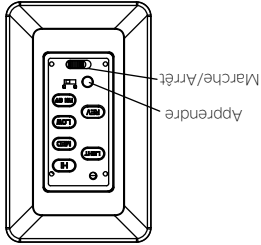

Fig. 23
Étape 1. Une fois l'installation terminée, appuyer sur le bouton LEARN pendant 3 secondes dans les 30 secondes suivant la mise sous tension. Le ventilateur se met en marche à vitesse moyenne et la lumière s'allume (si installée). Le paramètre SMART SYNC est donc actif et correct. (Fig. 23)
Rétablir l'alimentation du ventilateur de plafond et vérifier son bon fonctionnement (Fig. 23).